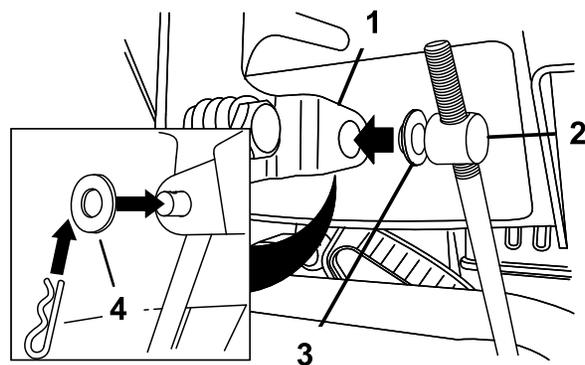

Рисунок 6
- Примечание:** Для облегчения монтажа оставьте плоскую шайбу на цапфе (Рисунок 6).
6. Поднимите шток управления скоростью и вставьте цапфу в отверстие рычага переключения скоростей (Рисунок 6).
3. Выньте шплинт и снимите внешнюю шайбу с цапфы на верхнем конце штока управления скоростью (Рисунок 6).
- B. Отсоедините цапфу от рычага переключения скоростей (Рисунок 6).
- C. Поверните цапфу на штоке управления скоростями вниз (по часовой стрелке) (Рисунок 6).
- D. Присоедините цапфу к рычагу переключения скоростей (Рисунок 6).